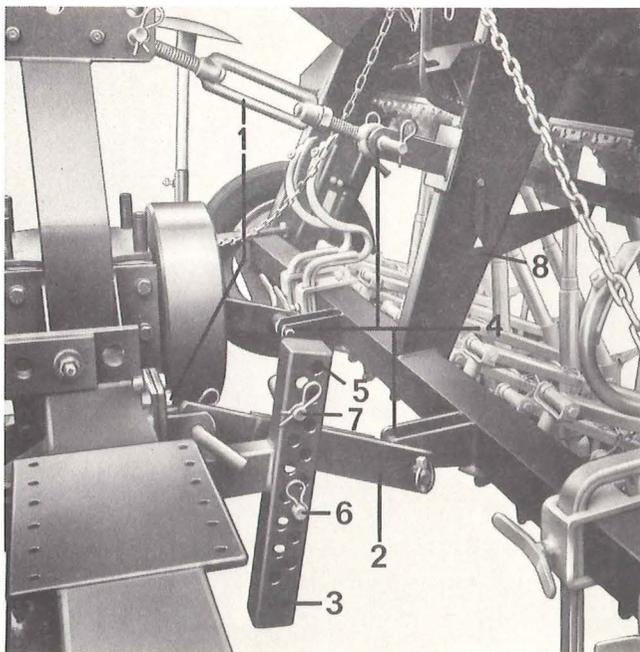

Fig. 7
3 – La herse alternative et surtout le semoir doivent se trouver en position horizontale derrière le tracteur. Placez en position horizontale la herse alternative en tournant le tirant supérieur 5/1 et le semoir en tournant le tendeur 5/2. Il faut veiller à ce que la flèche oscillante (fig. 7/8) sur le semoir soit exactement en position verticale sur la pointe de l'orifice triangulaire.
- 2 – Les pièces d'accouplement pour le semoir DL sont fixées sur la partie arrière de la herse selon la fig. 7/1. Veillez à ce que les tirants inférieurs (fig. 7/2) soient montés à l'intérieur des profilés d'appui (fig. 7/3). Maintenant, il faut joindre les trois tirants de pièces d'accouplement aux trois points d'attelage 7/4 sur le semoir DL; pour ce faire, il est nécessaire d'avoir des douilles en raison des axes d'attelage de la catégorie I.
- a – En introduisant les broches dans les profilés d'appui au-dessous des tirants inférieurs (fig. 7/6) on fait une butée inférieure pour les deux tirants inférieurs en relevant la herse avec le semoir DL attelé. Ces broches doivent être introduites de façon à ce que, en position relevée, il ne reste qu'une petite distance entre la herse alternative et le semoir.
- b – En introduisant les broches dans les profilés d'appui (fig. 7/7) au dessus des tirants inférieurs, on peut régler la profondeur de la herse alternative à volonté. Dans ce cas, la herse s'appuie simplement sur le semoir.